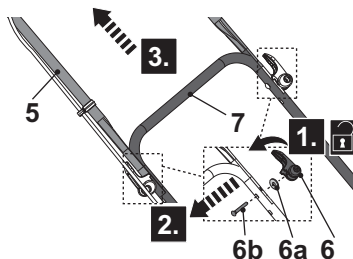

Fig 11
1. Sujete el manillar superior (5) con una mano.
2. Suelte las palancas de sujeción (6) en sentido contrario a las agujas del reloj (Fig. 11, paso 1) en ambos lados del manillar superior (5), y a continuación retire la palanca de sujeción (6), la arandela (6a) y el tornillo de fijación (6b) (Fig. 11, step 2).
3. Elija y alinee el otro agujero de montaje del manillar superior (5) con el agujero de montaje del manillar inferior (7) (Fig. 11, paso 3).